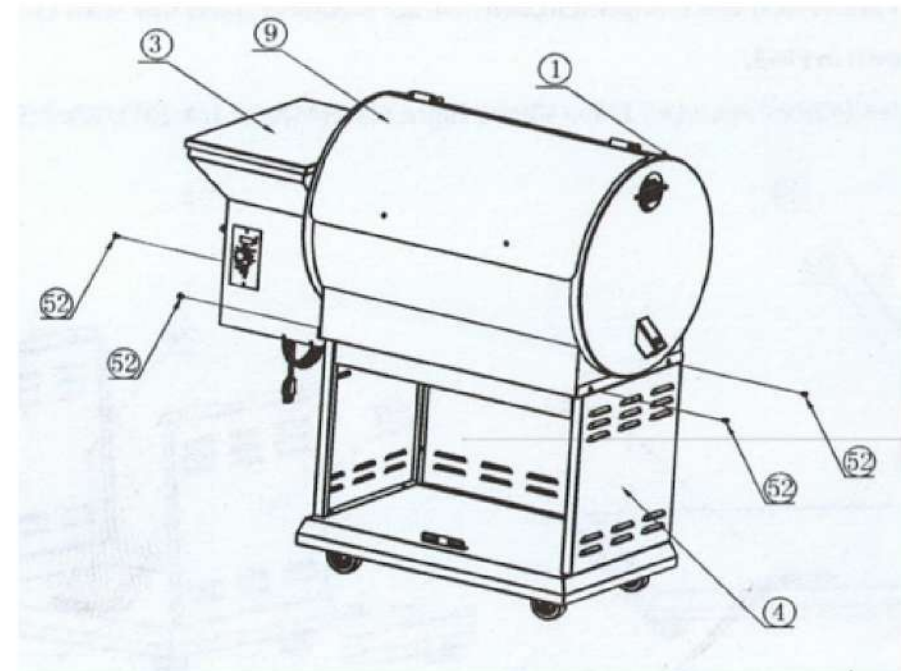

Рисунок 5
Установите камеру гриля (1) на тумбу-основание (4). Убедитесь, что камера гриля находится между левой и правой панелью тумбы-основания (4). Совместите отверстия в тумбе с отверстиями в камере и зафиксируйте болтами $\frac{1}{4}$ -20*1 (M6x20) (52) согласно рис. 5.